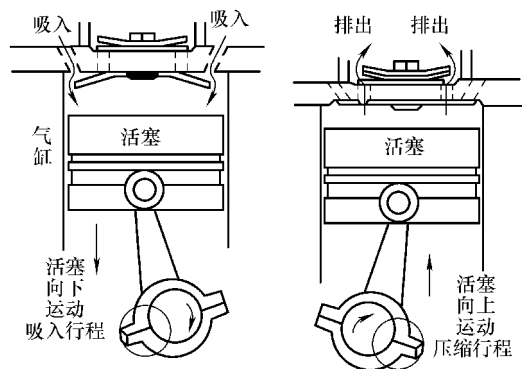

图 7-10 曲轴连杆式压缩机工作原理
2) 工作原理。当活塞向下运动时, 从制冷系统中的蒸发器吸进制冷剂蒸气; 活塞向上运动时, 压缩制冷剂蒸气至冷凝器, 如图 7-10 所示。